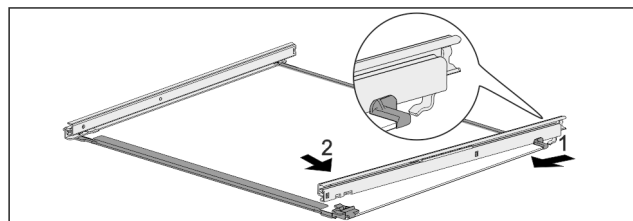

Fig. 85 Placa de sticlă cu șine
- ▶ Agățați șina în partea din spate. Fig. 85 (1)
- ▶ Înclișetați șina în partea din față. Fig. 85 (2)